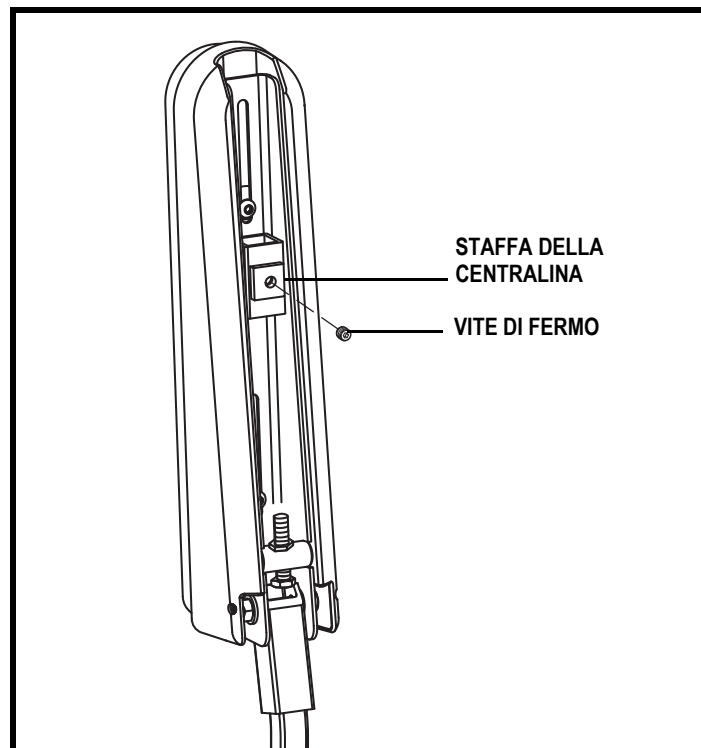

Figura 18. Lato inferiore del bracciolo (sedile speciale)
2. Allentare le viti sulla staffa della centralina. **Vedere la figura 18.**